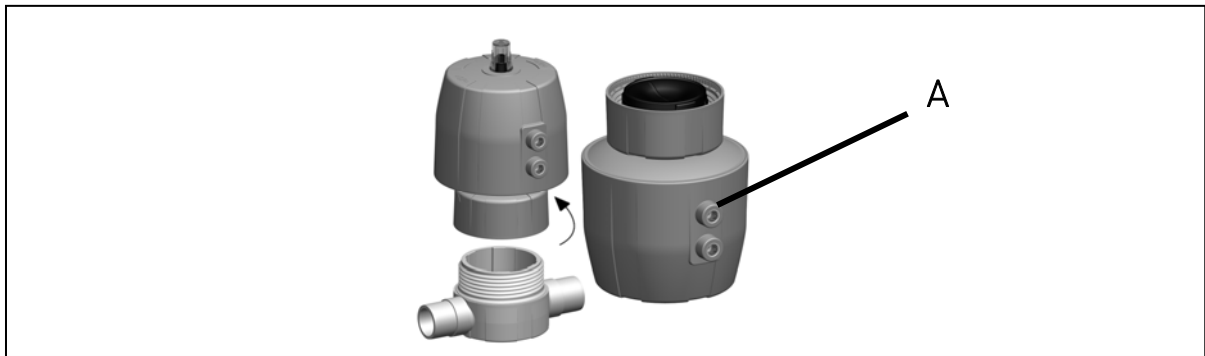

Abb. 21
- Gehäusemutter **A** aufschrauben, siehe Abb. 21. Dazu einen Bandschlüssel/ Spezialwerkzeug verwenden.